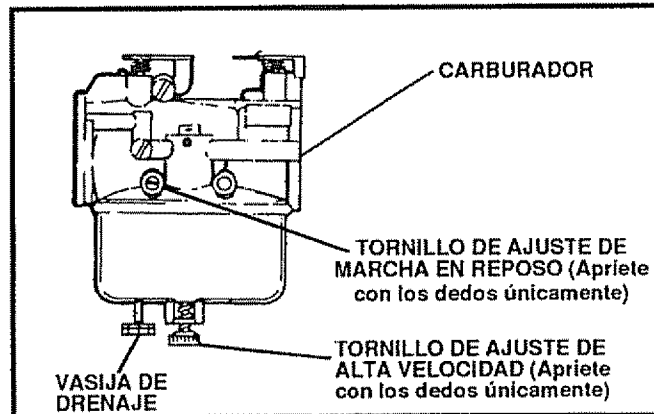
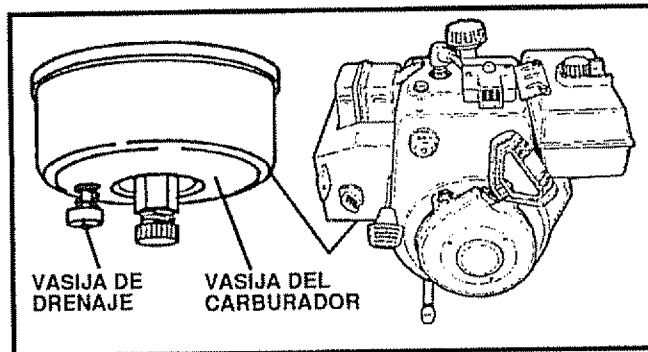

FIG. 39
FIG. 41
El carburador (Véase Fig. 39 y Fig. 41 en página 25) ha sido preconfigurado en la fábrica y los reajustes no deberían ser necesarios. Sin embargo, si el carburador de hecho necesita ser ajustado, proceda de la manera siguiente:
- Para remover la gasolina, mantenga el motor en marcha hasta que el tanque esté vacío y el motor pare. Luego, drene la gasolina remanente del carburador presionando hacia arriba en la vasija de drenaje del carburador situada en la parte inferior del carburador (Véase Fig. 41).